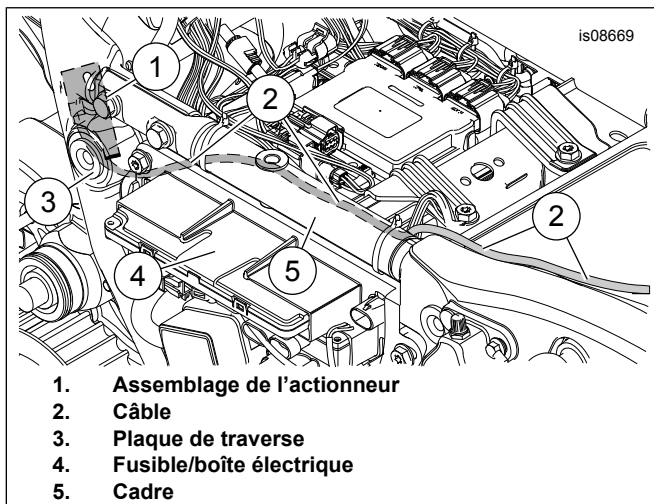

Figure 10. Acheminement du câble
17. Voir Figure 10 . Faites passer le câble (2) sous la traverse.
18. Continuer de passer le câble (2) entre le fusible ou le boîtier électrique (4) et le cadre (5) vers le haut de l'aile arrière et le support du dossieret.